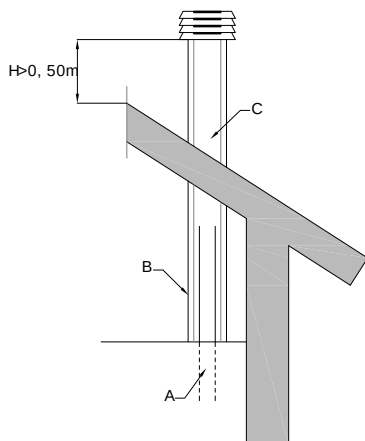

Figura 2.6: Ejemplo de conexión a conducto de humos
En el caso de conductos de escape de mayor diámetro, un tubo de acero (A) debe ser insertado en el interior de la chimenea de ladrillos o mampostería (C), como se muestra en la figura 2.6.
- ❗ El tubo de acero deben estar aislados usando un adecuado material resistente al calor, tal como lana de roca o vermiculita (B), y debe ser sellada desde la porción externa de la propia chimenea.